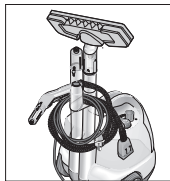

Abb. 11: Aufräumer
- Stecken Sie die beiden Verlängerungsrohre einzeln in die Zubehörfächer (A6) auf der Geräterückseite. Stecken Sie die Bodendüse (H1) auf ein Verlängerungsrohr (siehe Abb. 11).